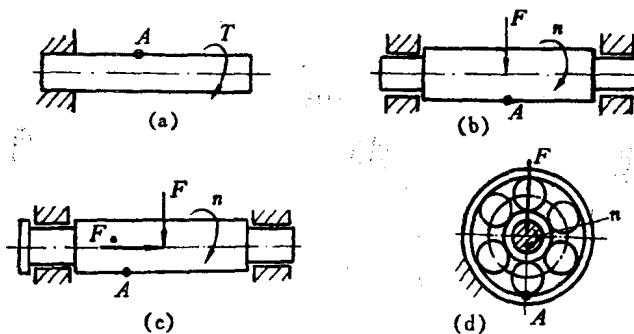

图 4-1
- (1) 零件的名义载荷与计算载荷，两者之间的区别及其关系如何？
- (2) 何谓机械零件的强度？它可以分成哪两类？各举两个实例。
- (3) 强度条件的一般形式有哪些？并说明式中各符号代表的意义。
- (4) 机械设计中常用的强度理论有哪几个？各适用于何种场合？
- (5) 对零件的工作应力应如何进行分类？承受拉伸载荷的零件就一定产生拉伸应力吗？如果不是，试举例说明。
- (6) 稳定循环变应力的主要参数有哪些，它们的相互关系怎样？
- (7) 变载荷下一定产生变应力，那么静载荷下也一定产生静应力吗？举例说明之。
- (8) 下列零件均受静载荷作用（见图 4-1），试判断零件上 A 点的应力性质（拉、压、弯、扭或接触应力），是静应力还是变应力？应力变化的规律（即应力变化循环特性系数 r 的大小或范围）及应力变化图（即 $\sigma-t$ 图）是怎样的？